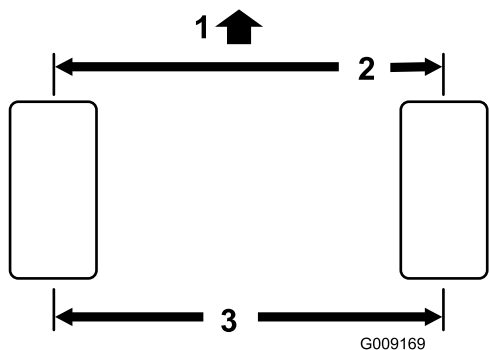

図 60
1. 後輪の前と後ろで、左右のタイヤの中央線間距離を測るアクスルの高さ位置で計測 図 60。